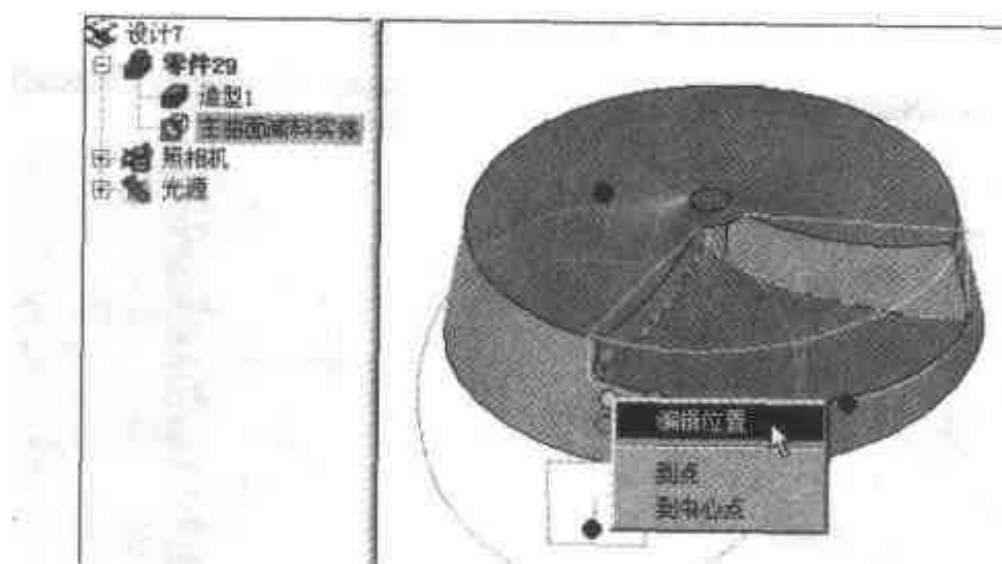

图 2.133 将三维球定位至原点
(1) 本例中共有 3 个主曲面，可以应用阵列功能来生成全部的曲面。在设计树中选择【主曲面减料实体】选项，激活【三维球】，按空格键使三维球脱离原图素，右击三维球的中心，选择【编辑位置】命令，将长、宽、高度都改为 0，使三维球中心定位到原点，再按空格键，三维球颜色呈深蓝，如图 2.133 所示。